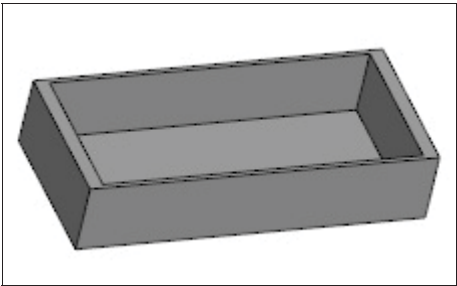

Рис. 21.13. Создание оболочки
- ♦ для выхода из команды нажмите кнопку **Завершить**. Сохраните модель (рис. 21.13) под именем Модель 7.